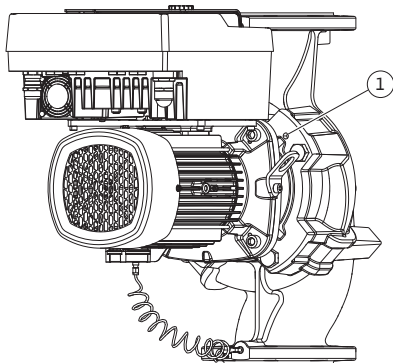

Fig. 104: A behelyezhető készlet lenyomása a menetes furatokon keresztül
12. A (Fig. III, IV) szivattyútípus esetén lazítsa meg a csavarokat (29. poz.). Használja a mellette található két menetes furatot (Fig. 104, 1. poz.), és használja az építető által biztosított megfelelő csavarokat (pl. M10 x 25 mm). Nyomja le a behelyezhető készletet a szivattyúházzal.